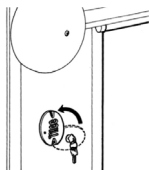

Рисунок 2
1. Поднять защитную крышку замка разблокировки (Рисунок 2).